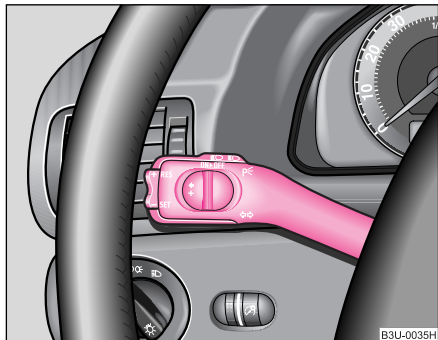

Fig. 38 Maneta de acționare a luminilor de semnalizare și a luminii de drum
- Apăsăți maneta luminii de drum în față, pentru a aprinde lumina de drum ♥ pagina 58, fig. 38.
- Apăsați maneta în sus, respectiv în jos ♥ fig. 38.